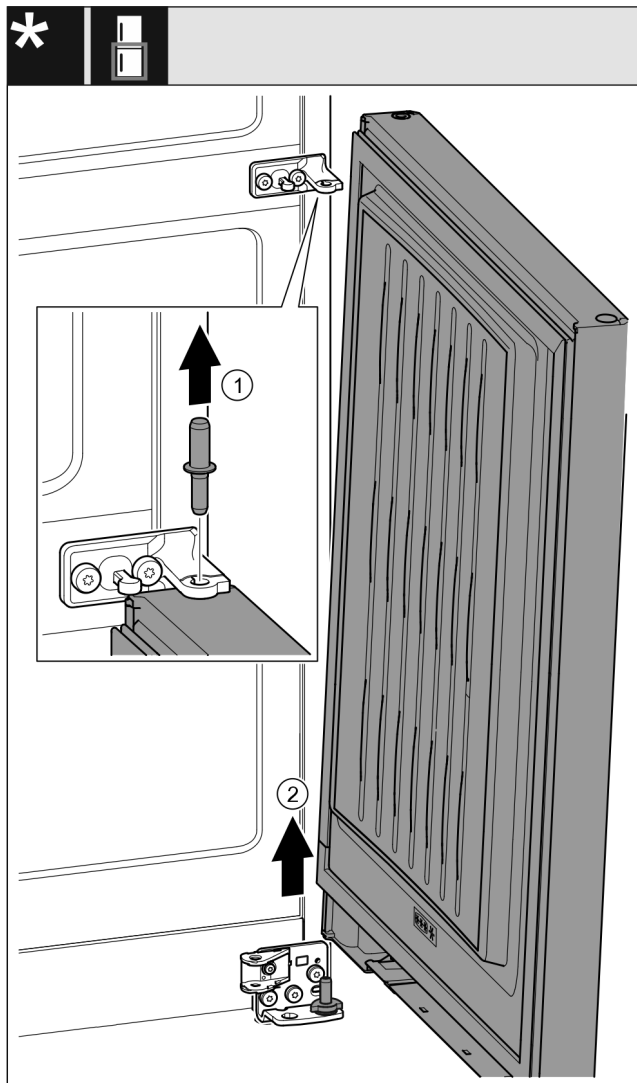

Fig. 32 S tlumičem zavírání\*
- ▶ Čep Fig. 32 (1) vytáhněte nahoru.\*
- ▶ Dveře Fig. 32 (2) kýváním vysadíte a odložíte stranou.\*